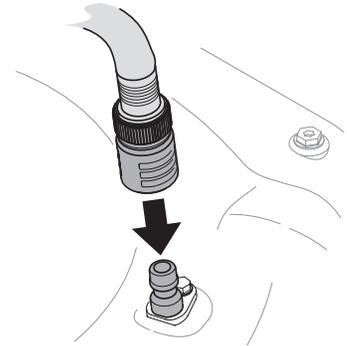

Figure 4-2
3. Fixez le boyau d'arrosage avec l'embout du gicleur situé sur le plateau de coupe. Voir Figure 4-2.